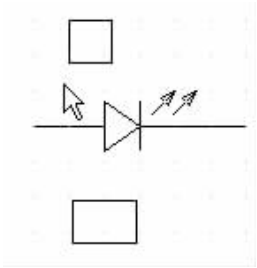

图 5-7 放置元件符号
4) 选中元件，确定该元件是所要放置的元件后，单击该面板上方的 “Place Part (放置元件)” 按钮或双击元件名称，光标将变成十字形状并附带着元件 LED 的符号出现在工作窗口中，如图 5-7 所示。